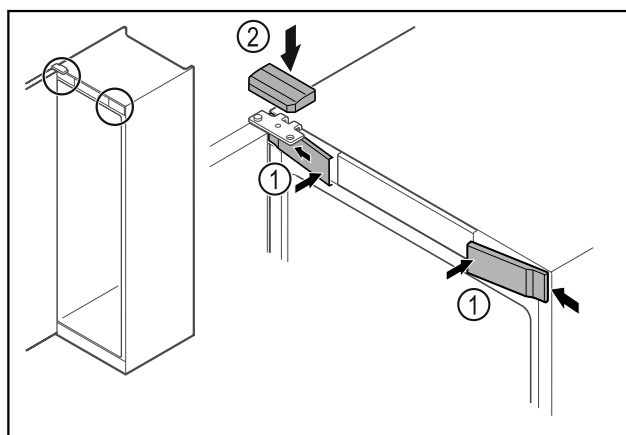

Fig. 47 \*
- ▶ Aizkabiniet sānos priekšējos pārsekus Fig. 47 (1) un nofiksējiet.\*
- ▶ Nofiksējiet augšējo pārsegu Fig. 47 (2) no augšpuses.\*